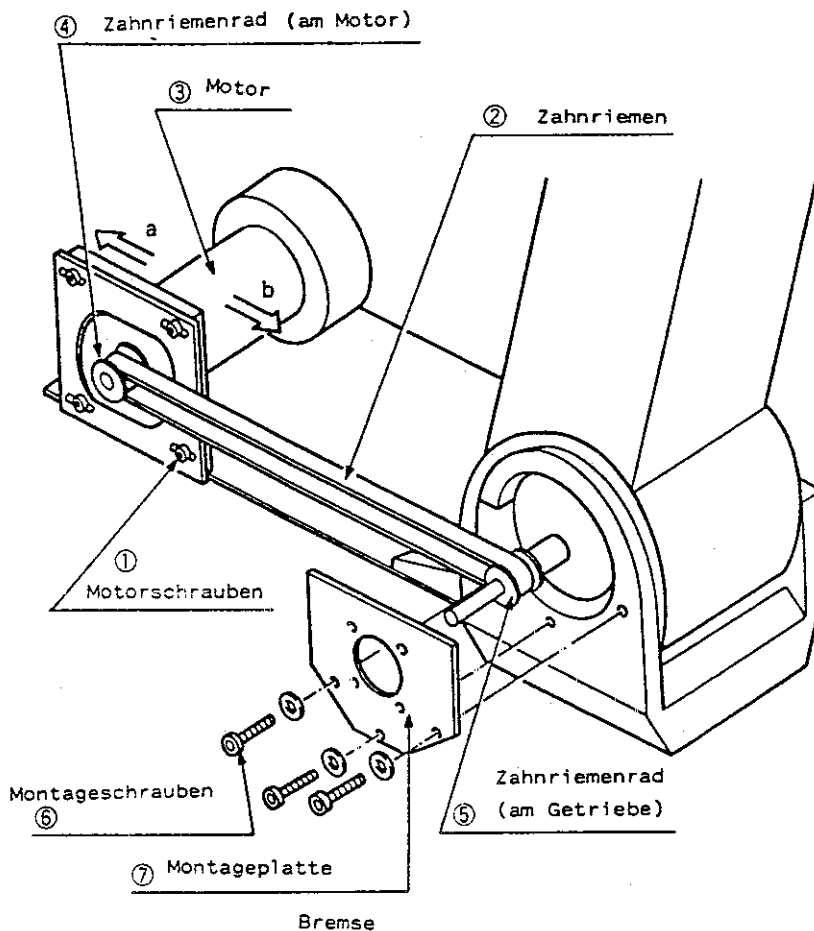

Abbildung 4.3.8 Überprüfung, Einstellung und Austausch des Schulterzahnriemens.
- (1) Lösen Sie die 4 Motorschrauben (1) (s. Abb. 4.3.8 und 4.3.11).
- (2) Während Sie die Ausdehnung des Zahnriemens (2) prüfen, bewegen Sie den Motor (3) in Pfeilrichtung a bzw b.
- (3) Wird der Motor in Pfeilrichtung a bewegt, wird der Zahnriemen angezogen, wird er in Pfeilrichtung b bewegt, lockert sich der Riemen.
- (4) Bewegen Sie den Motor nicht zu weit in Pfeilrichtung b, da der Zahnriemen sonst aus der Führung (4) und (5) rutscht.
- (5) Nachdem Sie die Zahnriemenspannung eingestellt haben, befestigen Sie die Motorschrauben (1). Achten Sie darauf, daß die Motorbefestigungsschrauben gut angezogen sind, da sich andernfalls die Zahnriemenspannung wieder lockert.